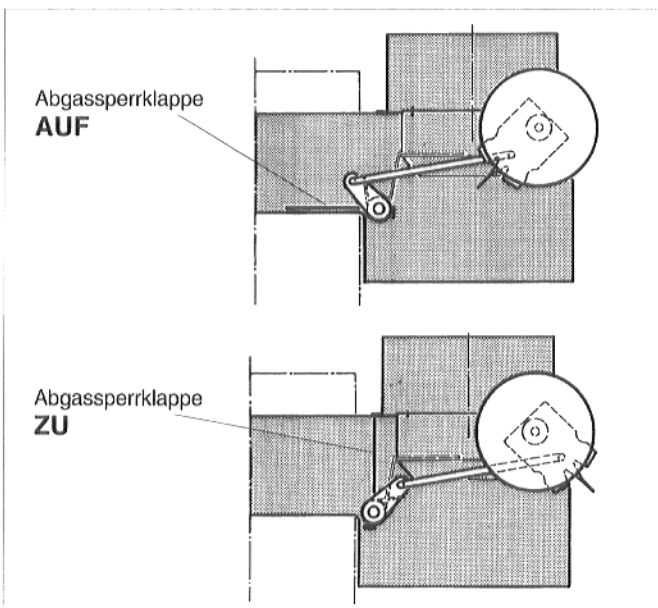

Abb. 11
18. Funktionsprüfung durchführen: Heizkessel in Betrieb nehmen (siehe Bedienungsanleitung des Heizkessels). Bei Wärmeanforderung muß die Abgassperrklappe in Stellung "AUF" gehen. Erst nachdem die Endstellung "AUF" erreicht ist, darf der Brenner in Betrieb gehen (Abb. 11).